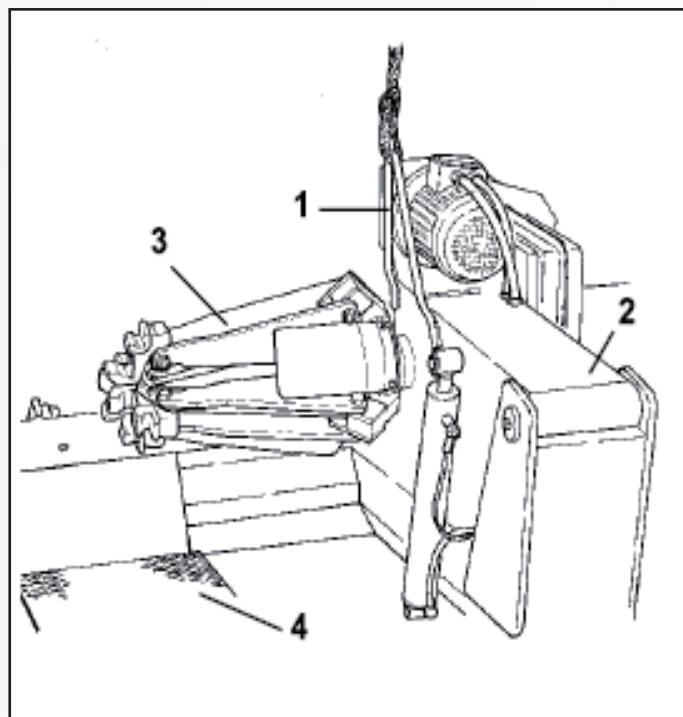

Рисунок 33
(на стенде для транспортировки установлена вилка 1 (рис. 33).
- 1) Опустите вниз до конца кронштейн самоцентрирующейся цанги 2 (рис. 33).
- 2) Полностью сложите кронштейны цанги 3 (рис. 33).
- 3) Каретку 4 (рис. 33) до упора подведите к кронштейну.